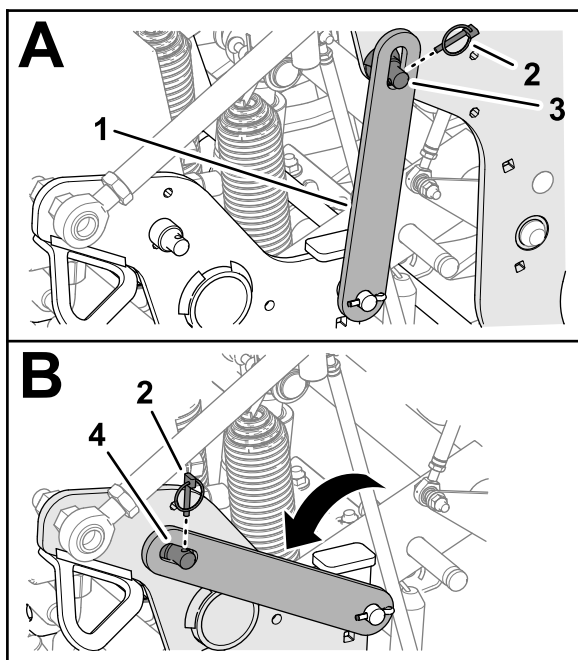

**Figura 103**
3. Rimuovete la coppiglia ad anello che fissa il fermo di servizio al perno di supporto della testa di carotaggio (Figura 103).